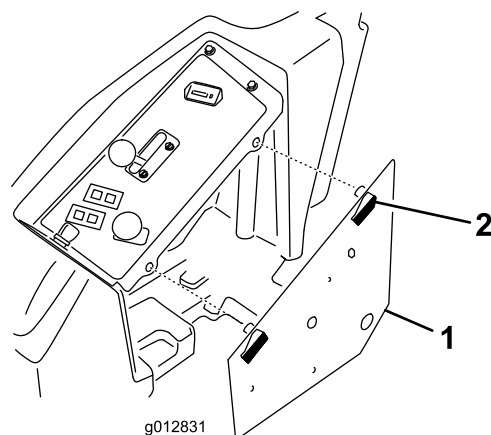

Figure 22
4. Déverrouillez le couvercle du panneau de commande et écartez-le (Figure 22).
6. Déverrouillez le couvercle du panneau de commande et écarter-le (Figure 22).